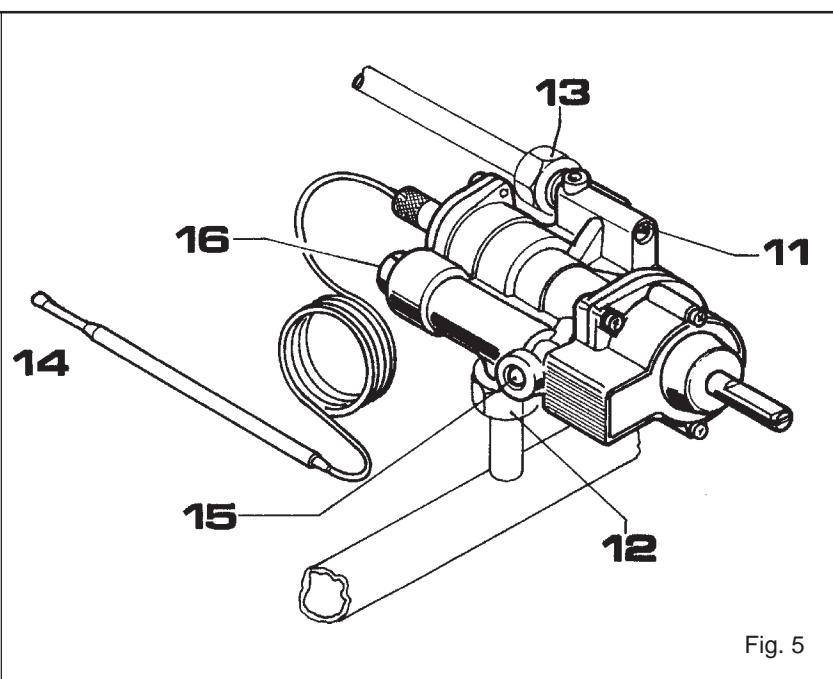
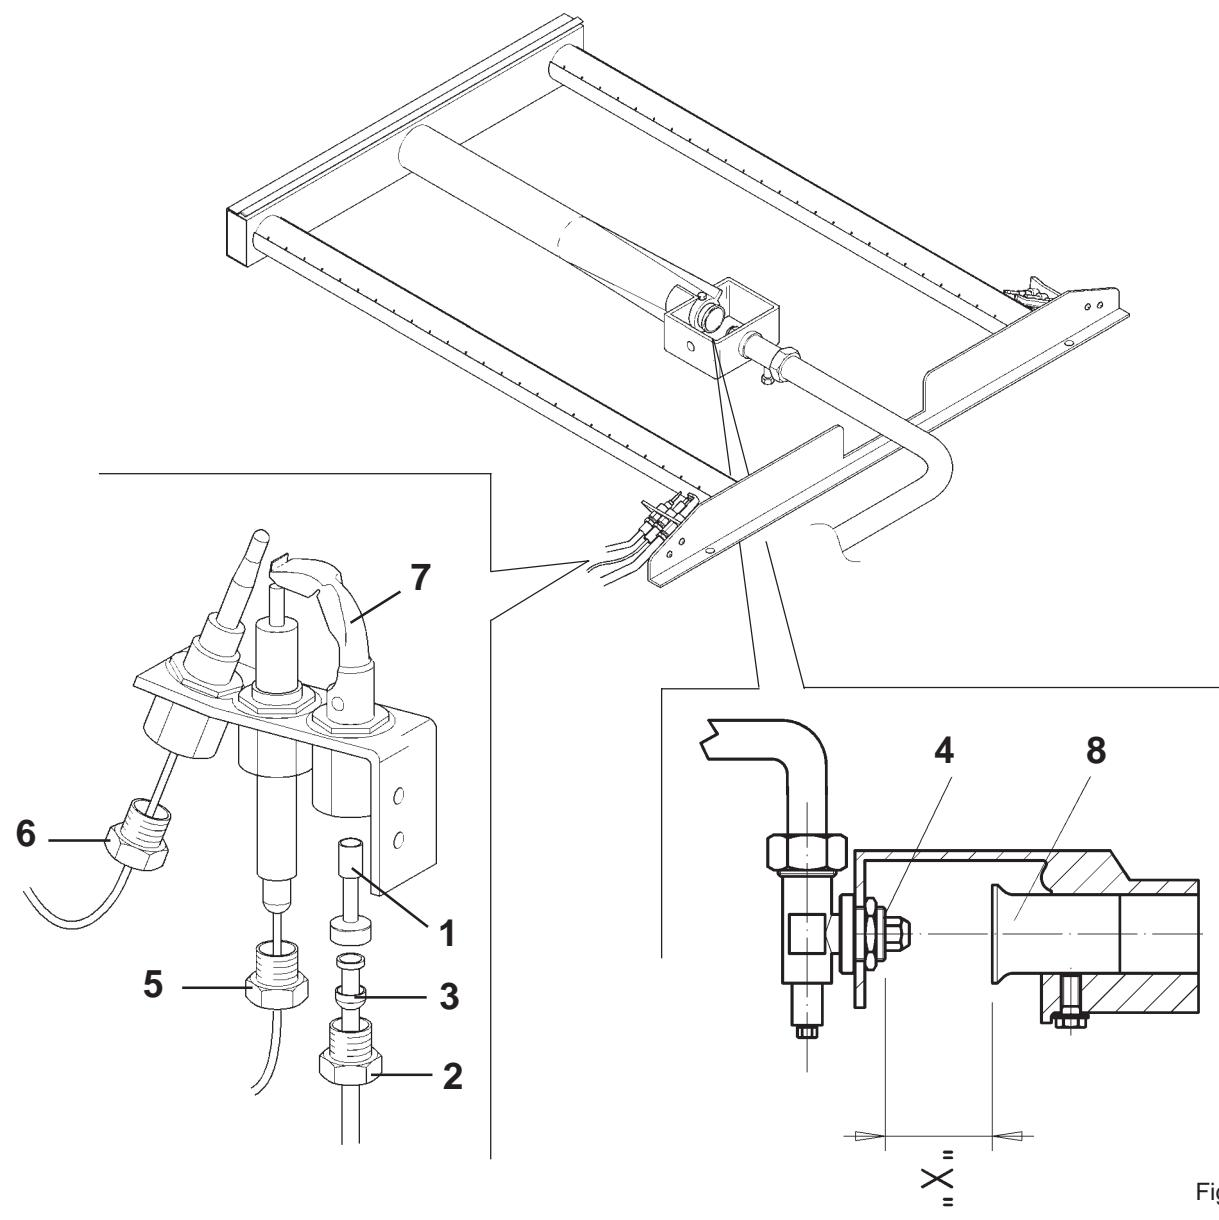

Fig. 5
Fig. 6
- desmontar el termopar (16) con una llave del 19;
- desmontar la entrada del gas (12) con una llave del 9;
- cambiar el tornillo del mínimo “By-pass” (11);
#### D) Termopar del horno (Fig. 6 pos. 6 y Fig. 5 pos. 16)
#### E) Bujía quemador piloto horno (Fig. 6 pos. 5)